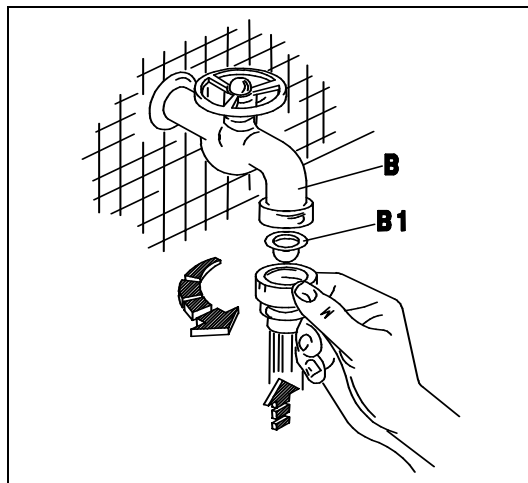
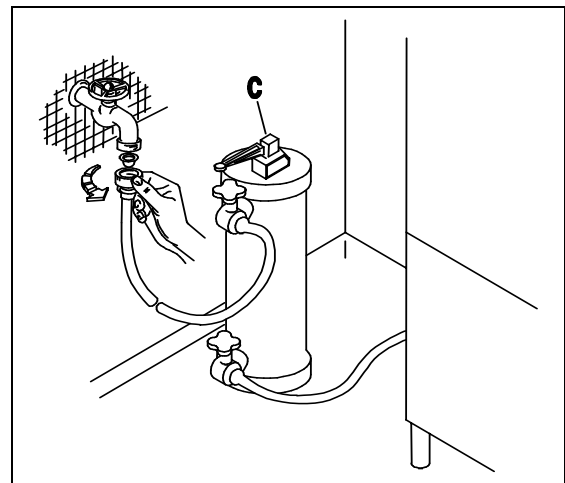
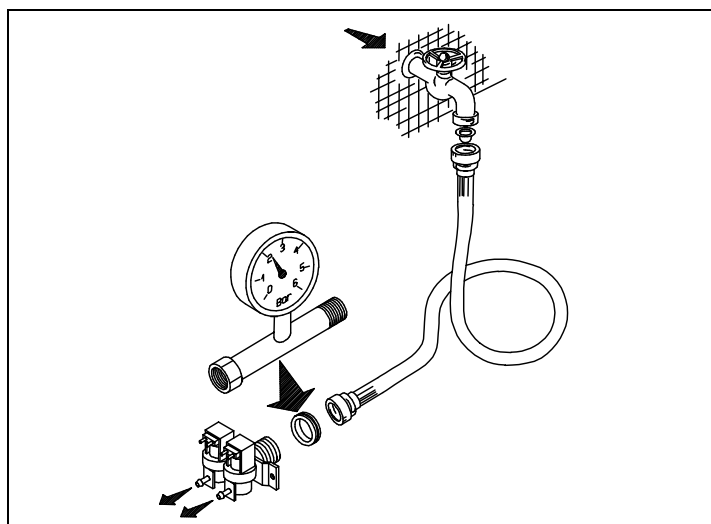
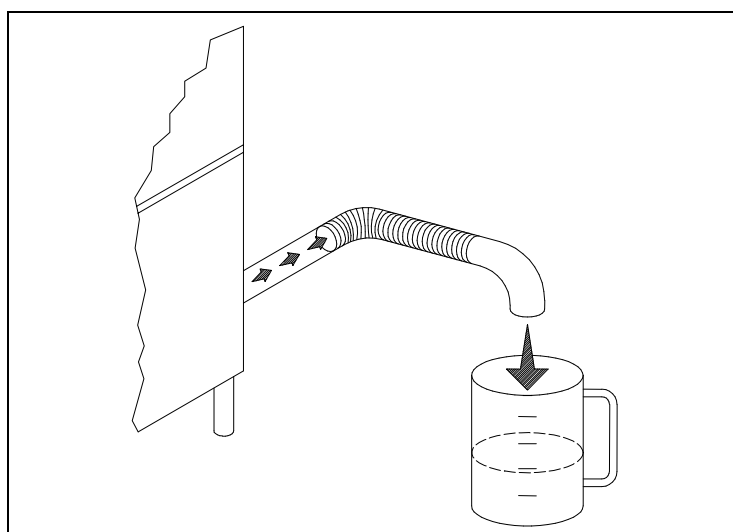

Fig. 2-2
Fig. 2-3
Fig. 2-4
Fig. 2-5
- L'apparecchio è previsto per l'allacciamento all'acqua fredda o calda (max 50 ÷ 55°C), con una pressione a valvola aperta come indicato nella Tab. 2-1. In caso di pressione superiore alla massima consigliata, bisogna installare un riduttore di pressione. In caso di pressione inferiore alla minima consigliata, bisogna installare una pompa di aumento pressione di max 0.5 Hp, con una portata di 20 L/min ed una prevalenza di 15÷20 mt.. Il controllo della pressione deve essere effettuato all'ingresso dell'elettrovalvola (ved. fig.2-4). La condotta dell'acqua deve avere un diametro interno di almeno 16/18 mm (ved.fig.2-5). Collegare il tubo di carico acqua dell'apparecchio ad un rubinetto d'intercettazione (B),posto preferibilmente nelle immediate vicinanze dell'apparecchio, interponendo l'apposito filtro in dotazione (B1) (ved. fig.2-2). Si consiglia l'installazione di un decalcificatore (C) (non in dotazione), montato a monte dell' elettrovalvola della macchina (ved.fig.2-3).
- The appliance is designed for connection to the cold or hot water supply (max. 50 55°C) at a mains pressure with the valve open as shown in Table 2-1 and a minimum output of 10 litres/min. If pressure exceeds the maximum, fit a pressure reducer. If pressure is lower than the minimum, fit a pressure booster pump of max. 0.5 HP, with an output of 20 litres/min. and a head of 15-20 metres. Pressure must be measured at the solenoid valve inlet (see fig. 2-4). The water pipes must have an internal diameter of at least 16/18 mm (see fig. 2-5). Connect the appliance water supply pipe to a cut-out tap (B), preferably placed close to the appliance, fitting the special filter provided (B1) (see fig. 2-2). We recommend fitting a water softener (C) (not provided) upstream from the machine solenoid valve (see fig. 2-3).
- Das Gerät ist für den Anschluss an Warm-und Kaltwasser (max. 50-55°C) vorgesehen, wobei der Druck bei offenem Ventil dem in Tab. 2-1. Bei höherem Druck als dem empfohlenen einen Druckminderer installieren. Bei niedrigeren Druck als empfohlen eine Druckerhöhungspumpe mit max. 0,5 PS , einer Förderleistung von 20l/min und einer Förderhöhe von 15-20m installieren. Die Druckkontrolle muss am Eingang des Elektroventils erfolgen (siehe Bild 2-4). Die Wasserleitung muss einen Innendurchmesser von mindestens 16/18 mm aufweisen (siehe Bild 2-5). Den Zulaufschlauch des Gerätes an einen möglichst nahegelegenen Wasserhahn (B) anschliessen und den vorgesehenen Filter (B1) anbringen (siehe Bild 2-2). Der Einbau eines Etkalkers (C) wird empfohlen; dieser gehört nicht zur Ausstattung und muss vor dem Elektroventil der Maschine eingebaut werden. (siehe Bild 2-3).
- L'appareil peut être raccordé à l'eau froide ou chaude (50:55°C max) à une pression, soupape ouverte, comme indiqué dans le Tableau 2-1. Si la pression dépasse la pression maximum conseillée, il faut installer un réducteur de pression. Si la pression est inférieure à la pression minimum conseillée, il faut installer une pompe pour faire augmenter la pression de 0,5 Hp max., à un débit de 20 litres /min et à une hauteur d'élévation de 15-20 m. Le contrôle de la pression sera effectué à l'entrée de l'électrovanne (voir fig. 2-4). Les conduites d'eau auront un diamètre interne d'au moins 16/18 mm (voir fig. 2-5). Raccorder la conduite d'arrivée de l'eau de l'appareil à un robinet secondaire (B), installé si possible tout près de l'appareil, après avoir intercalé le filtre spécial fourni (B1) (voir fig. 2-2). Nous conseillons d'installer un adoucisseur (C) (non fourni) qui sera monté en amont de l'électrovanne de la machine (voir fig. 2-3).
- Este aparato se puede alimentar con agua caliente o fría (máx. 50 ÷ 55°C); la presión del agua con válvula abierta está indicada en la Tabla 2-1. En caso de que la presión fuera superior a la máxima que se aconseja, instale un reductor de presión; si fuera demasiado baja, instale una bomba de aumento de presión de 0,5 Hp (máximo), con un caudal de 20 litros por minuto y una altura de elevación de 15 a 20 m. El control de la presión se debe efectuar en la entrada de la electroválvula (véase fig. 2-4). La tubería del agua debe tener un diámetro interior de 16-18 m. por lo menos (véase fig. 2-5). Conecte el tubo de alimentación del agua del aparato a un grifo de paso (B), que irá montado preferentemente muy cerca del aparato, tras interponer el filtro (B1) del equipamiento base (véase fig. 2-2). Es aconsejable instalar un descalcificador (C) (que no forma parte del equipamiento base). El descalcificador irá montado antes de la electroválvula de la máquina (véase fig. 2-3).
- O aparelho é predisposto para ser alimentado com água fria ou quente (máx 50-55°C), com uma pressão, com a válvula aberta, como indicado na Tab. 2-1 e com um fluxo de 10 lt/min. No caso de uma pressão superior à máxima indicada, é necessário instalar um redutor de pressão. No caso de a pressão ser inferior à indicada, é necessário instalar uma bomba de máx 0,5 Hp, com um fluxo de 20 lt/min. O controle da pressão deve ser efetuado na entrada da electroválvula (ver figura 2-4). O tubo de água ou mangueira deve ter um diâmetro interno de pelo menos 16/18 mm (ver fig. 2-5). Conectar o tubo de alimentação de água do aparelho à uma torneira de fechamento manual (B), colocada de preferéncia próxima ao aparelho, conectando o filtro em dotação (B1) (ver fig. 2-2). Aconselha-se a instalação de depurador (filtro) de águas duras (calcário) (C), o qual não é previsto no fornecimento da máquina, montado antes da entrada da electroválvula (ver fig. 2-3).
- Het apparaat is geschikt voor aansluiting op warm of koud water (max. 50 - 55°C), met een druk bij geopend ventiel zoals aangegeven in Tab. 2-1. Bij een hogere druk dan de geadviseerde maximum druk moet er een drukregelaar geïnstalleerd worden. Bij een lagere druk dan de geadviseerde minimum druk moet een drukverhogingspomp van max. 0,5 HP geïnstalleerd worden met een opbrengst van 20 l/min en een opvoerhoogte van 15-20 m. De controle van de druk moet op de ingang van het elektroventiel gecontroleerd worden (zie afb. 2-4). De waterslang moet een inwendige diameter van ten minste 16/18 mm hebben (zie afb. 2-5). Sluit de watertoevoerslang van het apparaat aan op een afsluitkraan (B) die bij voorkeur dicht bij het apparaat geplaatst moet zijn en zet het speciale meegeleverde filter (B1) ertussen (zie afb. 2-2). Er wordt geadviseerd om een waterontharder (C) (niet meegeleverd) te installeren, die vóór het elektroventiel van de machine geplaatst moet worden (zie afb. 2-3).